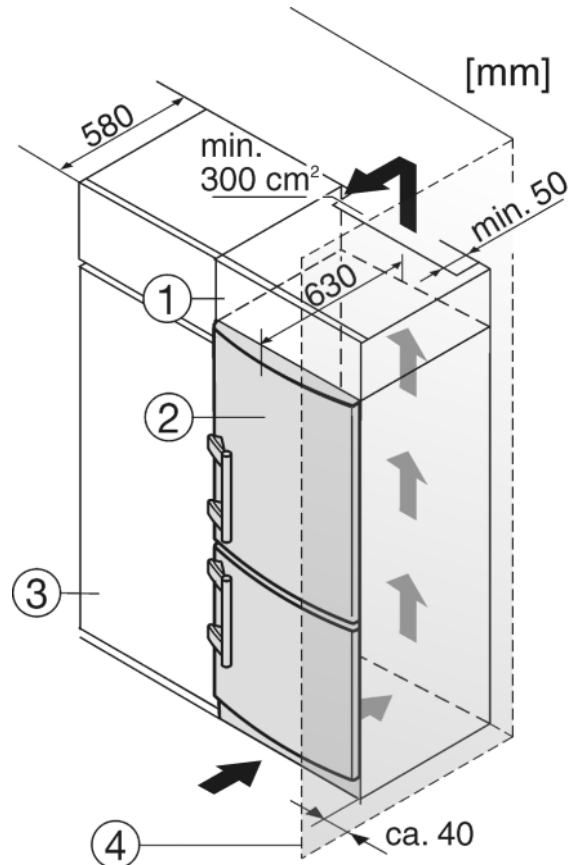

Fig. 5
L'apparecchio può essere incassato in mobili da cucina. Per adattare l'apparecchio Fig. 5 (2) all'altezza della cucina componibile, è possibile applicare sopra l'apparecchio un mobile da appoggio Fig. 5 (1).
Nell'incasso con mobili da cucina (profondità max. 580 mm) l'apparecchio può essere installato direttamente accanto al mobile da cucina Fig. 5 (3). La porta dell'apparecchio sporge di lato 34 mm e al centro dell'apparecchio 50 mm rispetto alla parte anteriore del mobile da cucina. Questo consente una perfetta apertura e chiusura.
Se l'apparecchio con cerniere viene installato accanto ad una parete Fig. 5 (4), la distanza minima fra l'apparecchio e la parete deve essere almeno di 40 mm, che corrisponde alla sporgenza della maniglia con la porta aperta.